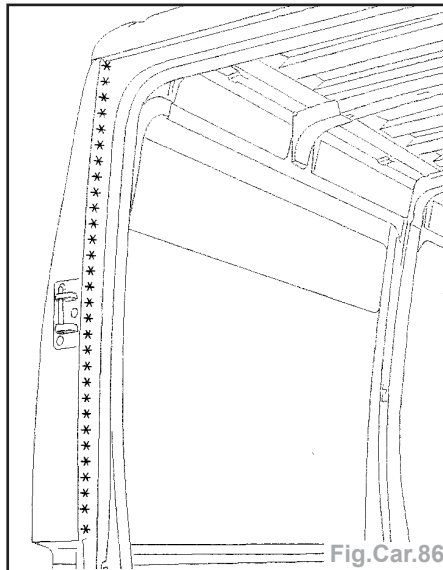

Fig.Car.86
- Dégraffer la ligne de points à l'aide d'une fraise de  $\varnothing 8$  mm (Fig.Car.86).